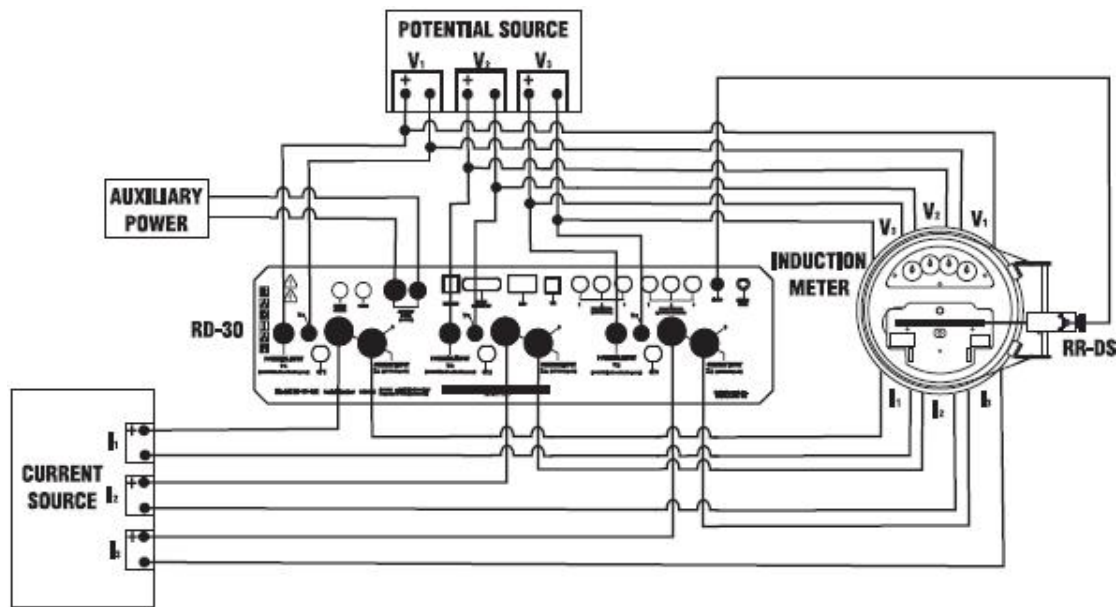
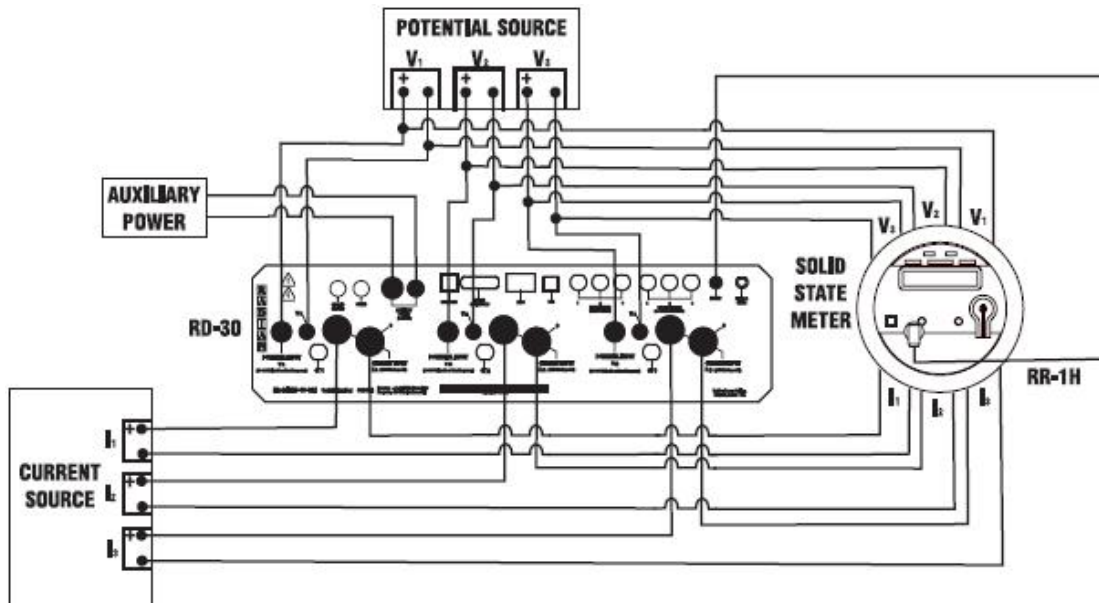
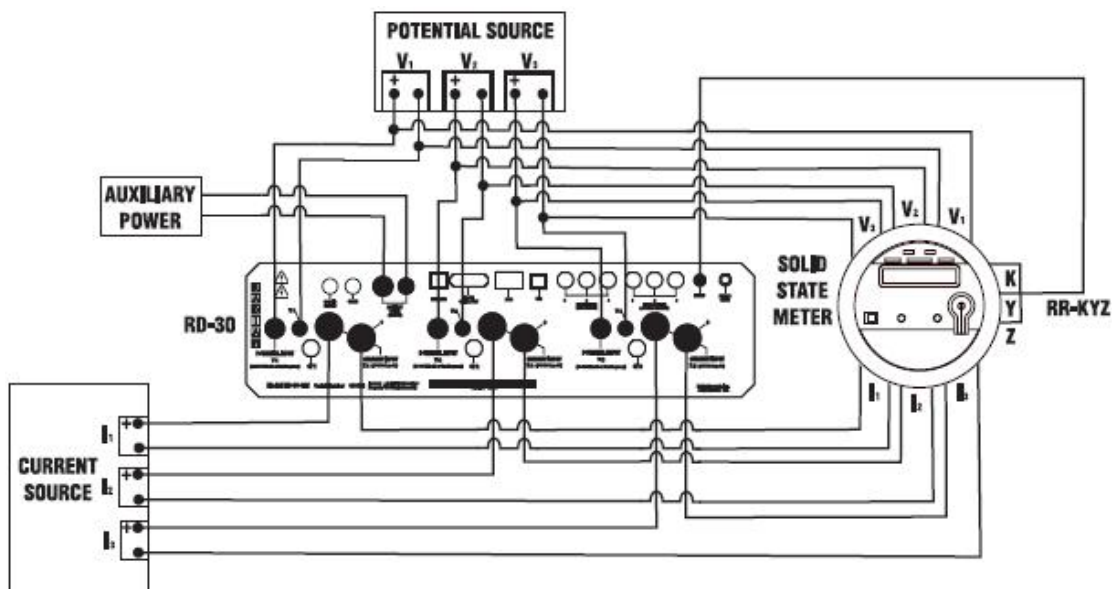

图 10.2 用RR-DS/f现场安装感应器测试三相工业电能表
图10.3 用RR-1H红外光学采样器测试三相电子式电能表
图10.4 用RR-KYZ脉冲适配器测试三相电子式电能表
**步骤一、** 按“图10.2”、“图10.3”、“图10.4”连接好, 用同一种电源对DUT (被测试设备) 和RD-30供电。如果使用的是新的4芯Lemo型传感器, 连接传感器到RD-30的采样器端口时, 传感器和采样器端口上的红点要小心地对齐; 如果用的是老的RM BNC传感器, 连接传感器到适当的输入端口即可。(参见4.7)